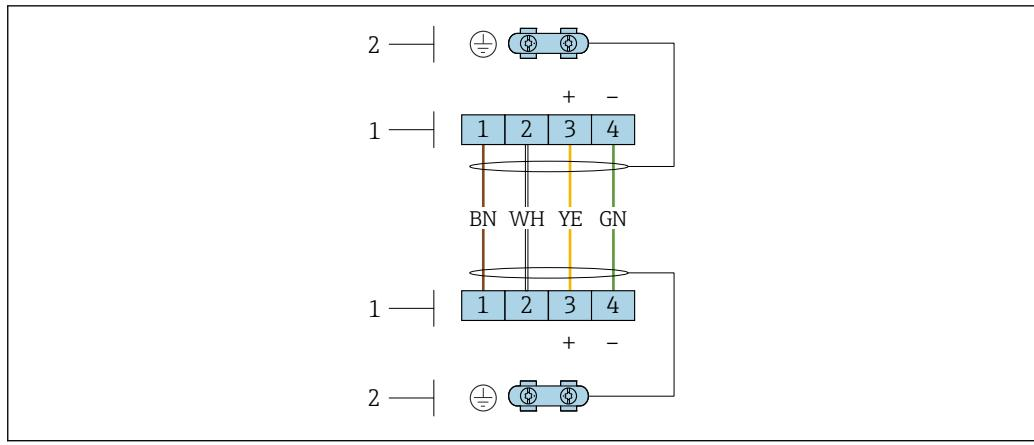
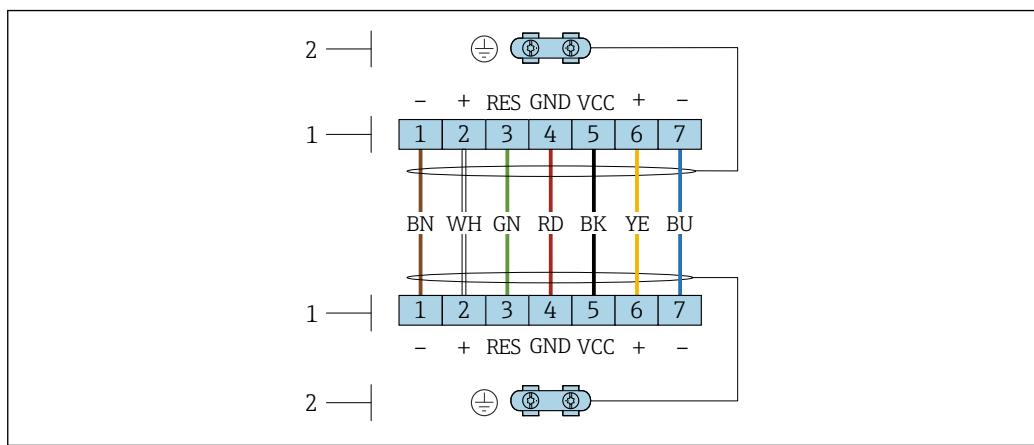

图 2 变送器墙装架中的接线腔和传感器接线盒内的接线端子
图 3 变送器墙装架中的接线腔和传感器接线盒内的接线端子
5. 连接线芯 → 图 2, 图 31 → 图 3, 图 31。